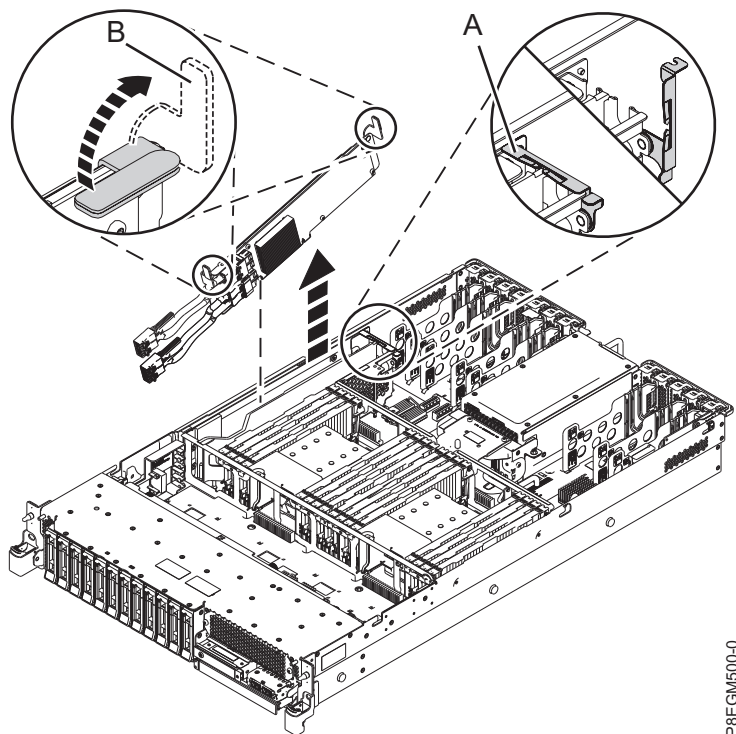

Figura 3. Remover o adaptador interno SAS RAID na ranhura P1-C14
5. Levante a calha de retenção do cabo (**A**) na direcção demonstrada em Figura 3.
6. Levante os manípulos azuis (**B**) na direcção que é apresentada em Figura 3.